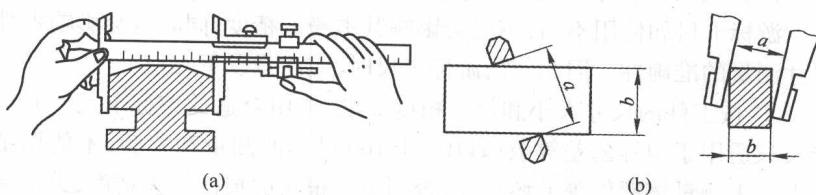

图 1-4 测量外尺寸
② 使用前对游标卡尺要进行检查,擦净量爪,检查量爪测量面和测量刃口是否平直无损;两量爪贴合时应无漏光现象,尺身和游标的零线要对齐。
③ 测量外尺寸时,两量爪应张开到略大于被测尺寸而自由进入工件,以固定量爪贴住工件。然后用轻微的压力把活动量爪推向工件,卡尺测量面的连线应垂直于被测表面,不能歪斜,如图 1-4 所示。
④ 测量内尺寸时,两量爪应张开到略小于被测尺寸,使量爪自由进